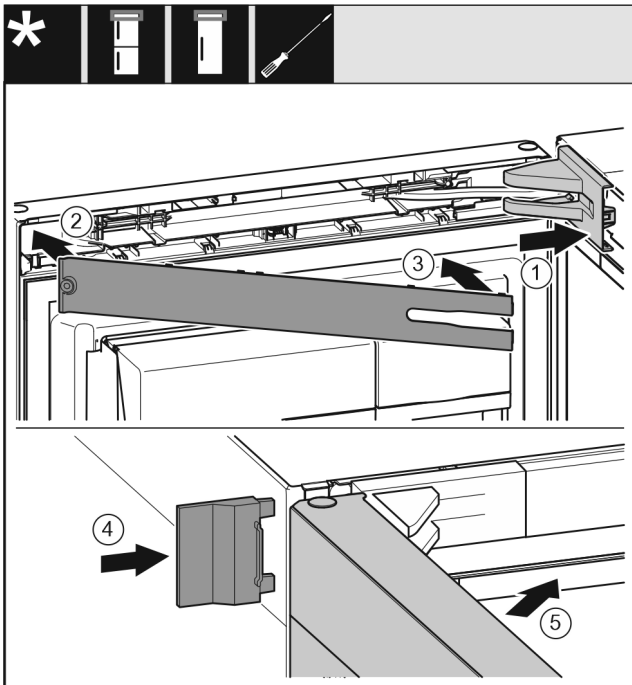

Fig. 51
- ▶ Așezați apărătoarea suporturilor de lagăr și fixați-o în poziție, după caz, desfaceți-o prin apăsare cu precauție. Fig. 51 (1)
- ▶ Așezați masca. Fig. 51 (2)
- ▶ Rabatați în interior și fixați în poziție masca. Fig. 51 (3)
- ▶ Împingeți apărătoarea exterioară. Fig. 51 (4)
- ▶ Închideți ușa superioară. Fig. 51 (5)